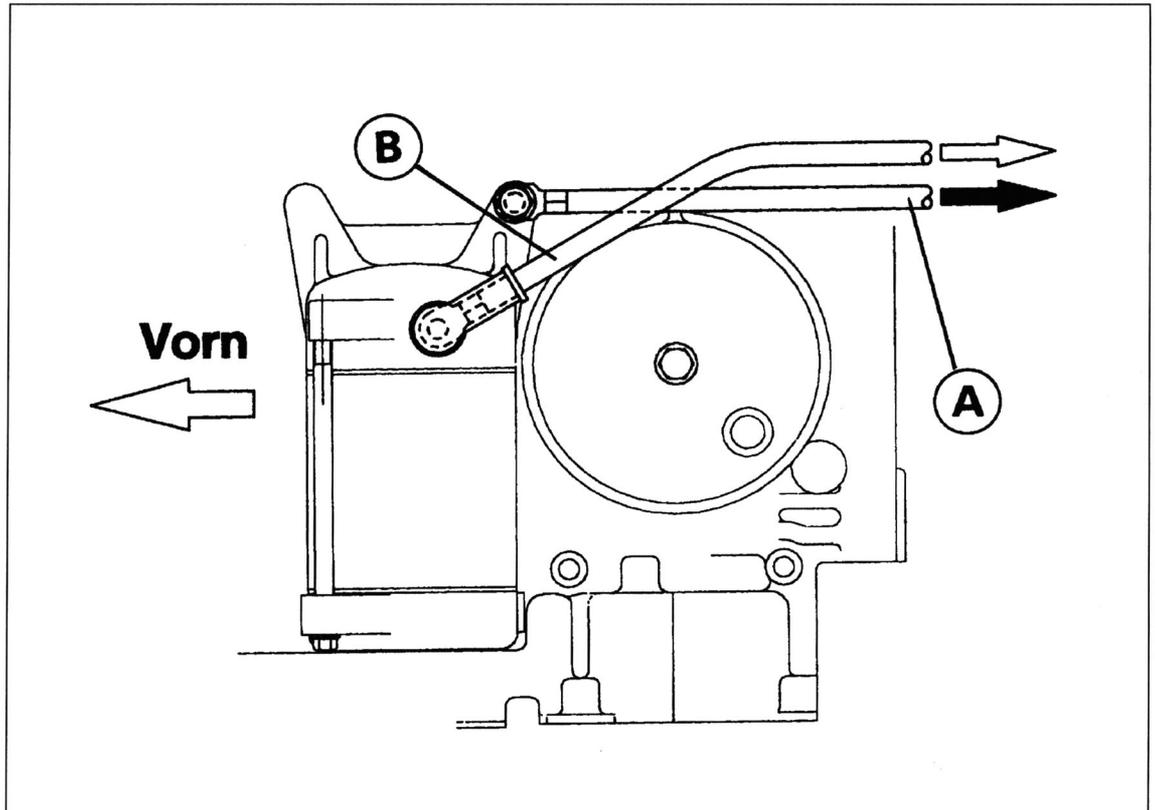

Bild 208
- Pluskabel von Starter abnehmen (Bild 208).